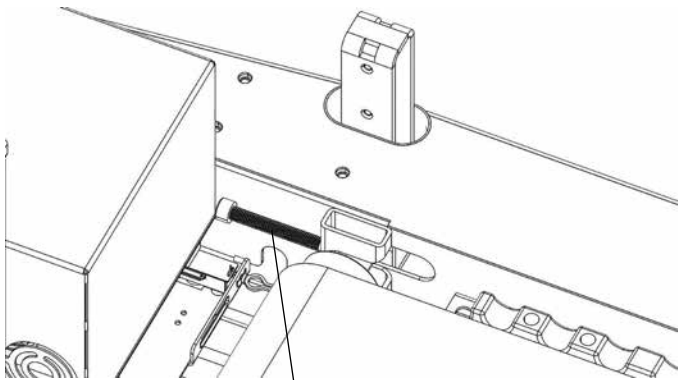

Fig: 7
9. Lossa och ta bort skruven från främre valsen, se *fig: 7*